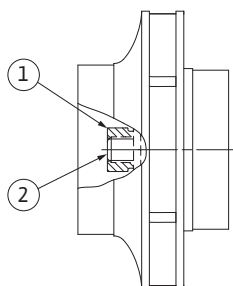

Fig. 52: Position correcte de l'écrou de blocage de roue après le montage
29. Maintenir l'arbre (voir l'étape 24) et serrer l'écrou de blocage de roue au couple de serrage prescrit (voir liste « Tableau 11 : Couples de serrage des vis », page 178). L'écrou (Fig. 52, pos. 1) doit être à fleur avec l'extrémité de l'arbre (env. $\pm 0,5$ mm) (Fig. 52, pos. 2). Si ce n'est pas le cas, desserrer l'écrou et répéter les étapes 25 à 29.